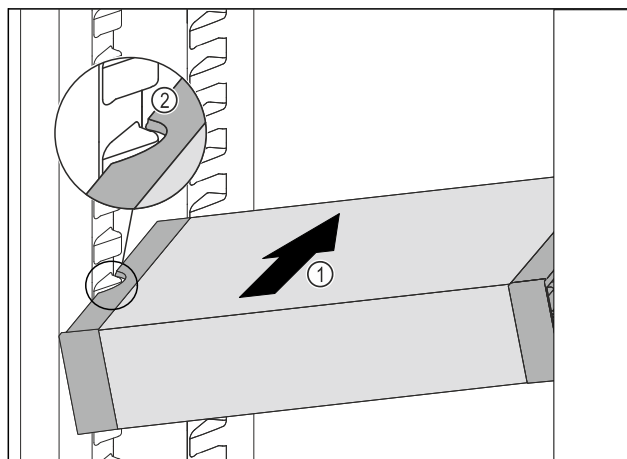

Fig. 48
- ▶ Zasuňte VarioSafe do chladničky pod úhlem tak Fig. 48 (1), aby vybrání na bocích Fig. 48 (2) VarioSafe byla na úrovni žebrování na nádoby v chladničce.